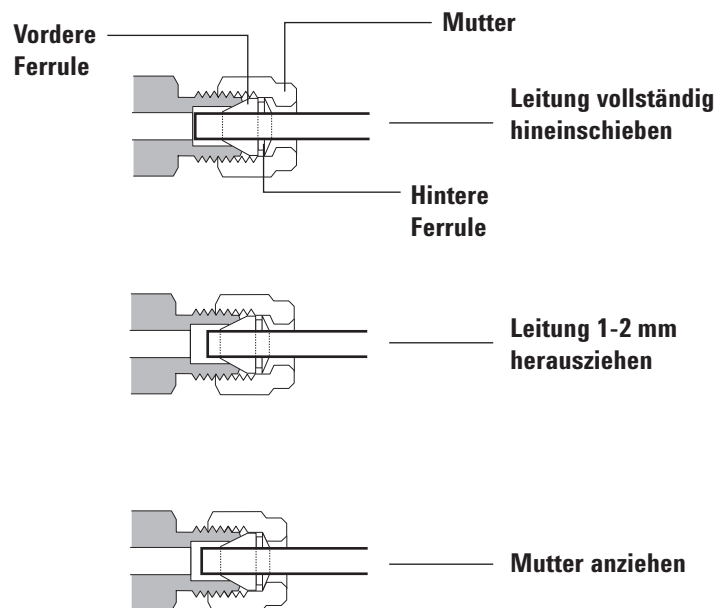

Abbildung 17. Einsetzen der Leitung
- 4 Schieben Sie das Rohr vollständig in den Stecker und ziehen Sie es ungefähr 1 bis 2 mm heraus. Siehe **Abbildung 17**.